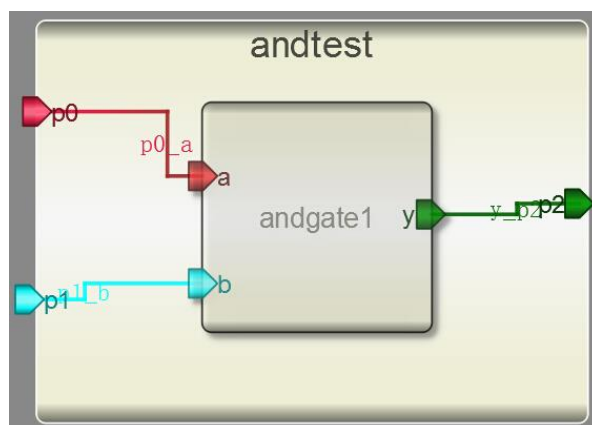

图 2-1-13 连接引脚
(5) 连接引脚。点击工具栏中的  图标，或者选择菜单“Tool”中的“Connect”，连接引脚 p0 到 a，p1 到 b 和 y 到 p2，如图 2-1-13 所示。这个时候，注意查看连接线的颜色。